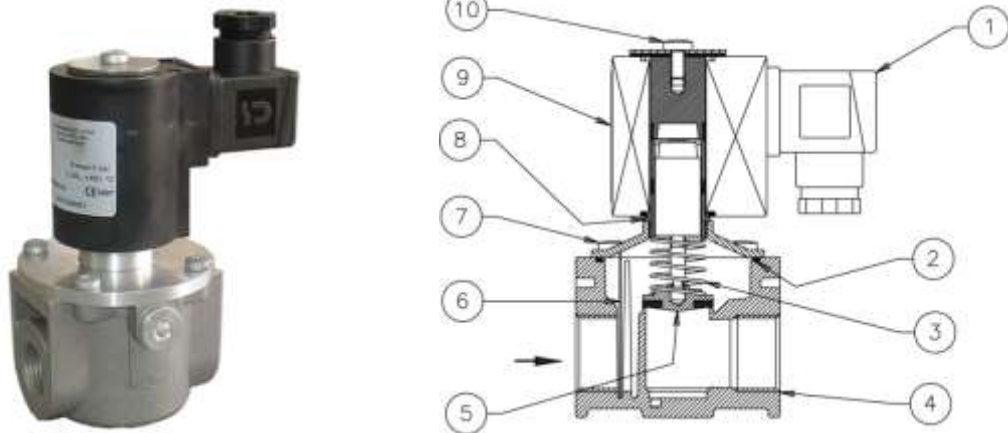

Рис. 1
Клапан (рис. 1) состоит из: электрический коннектор (1); верхнее уплотнительное кольцо (2); пружина запирающего механизма (3); корпус (4); затвор (5); фильтрующая сетка (6); крышка (7); муфта электромагнитной катушки (8); электромагнитная катушка (9); винт крепления электромагнитной катушки (10).